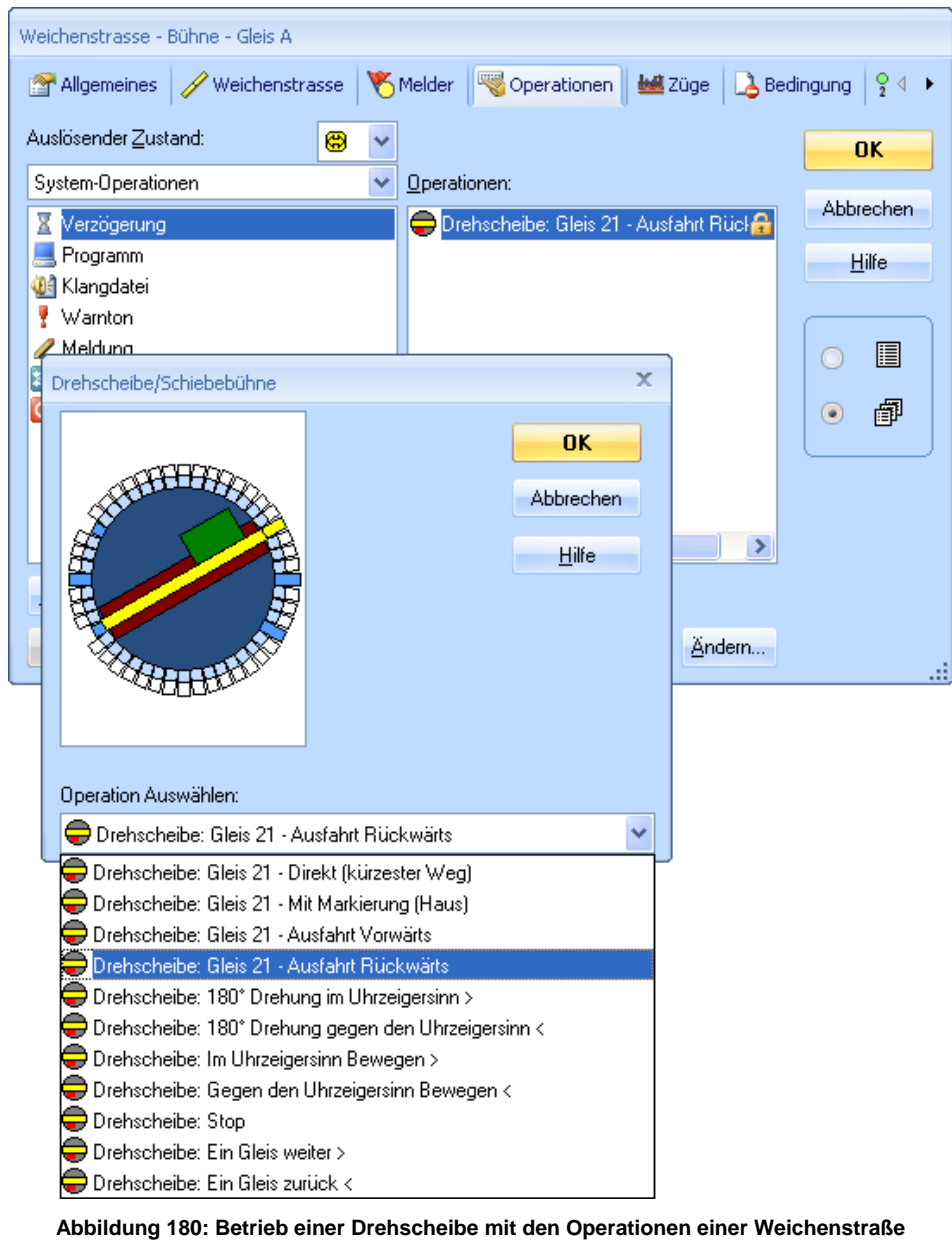

Abbildung 180: Betrieb einer Drehscheibe mit den Operationen einer Weichenstraße
- Tragen Sie in den Eigenschaften jeder Weichenstraße eine Operation ein, mit der die Bühne zu dem Gleisabgang gefahren wird, der zu der Weichenstraße gehört (siehe Abschnitt 14.4, „Operationen“). Diese Operation muss direkt in die Weichenstraße eingetragen werden, d.h. nicht indirekt als Teil eines Makros oder ähnlich. Es stehen verschiedene Arten von Operationen zur Verfügung. Es ist z.B. möglich, die Bühne immer auf dem kürzesten Weg zum zugehörigen Gleisanschluss zu drehen, wenn es keine Rolle spielt, ob die Lokomotive die Bühne vorwärts oder rückwärts verlässt. Es ist aber auch möglich, die Bühne z.B. immer so zu drehen, dass Loks die Bühne über den entsprechenden Gleisanschluss immer in Rückwärtsfahrt verlassen (siehe Abbildung 180).